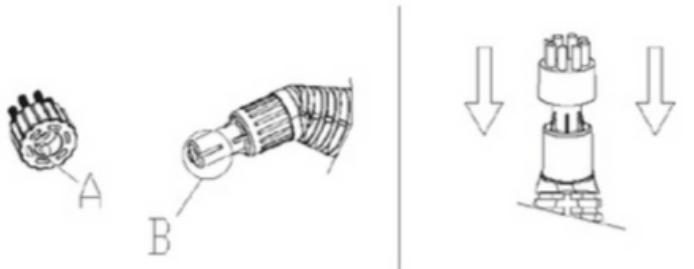

ABBILDUNG 6
- Legen Sie das Scheuerpad über die Spitze der Jet-Düse und drücken Sie fest darauf. (ABBILDUNG 6)